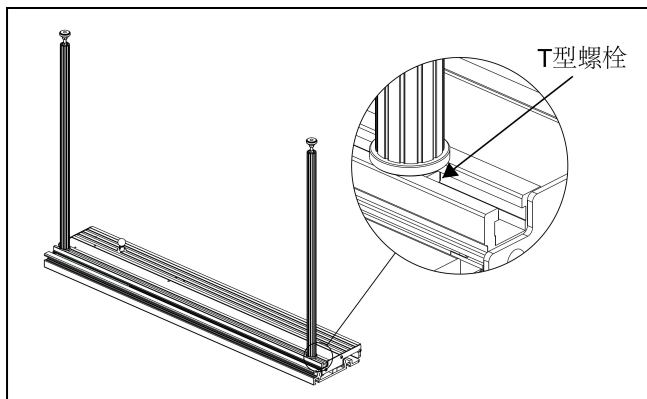

图 10
2. 翻转滑台，将支腿上的 T 型螺栓滑入滑台的 T 型槽内（见图 10），然后顺时针拧紧。
为了更好的支撑滑台，需将支腿固定在靠近滑台的两个末端处，如图 10 所示。